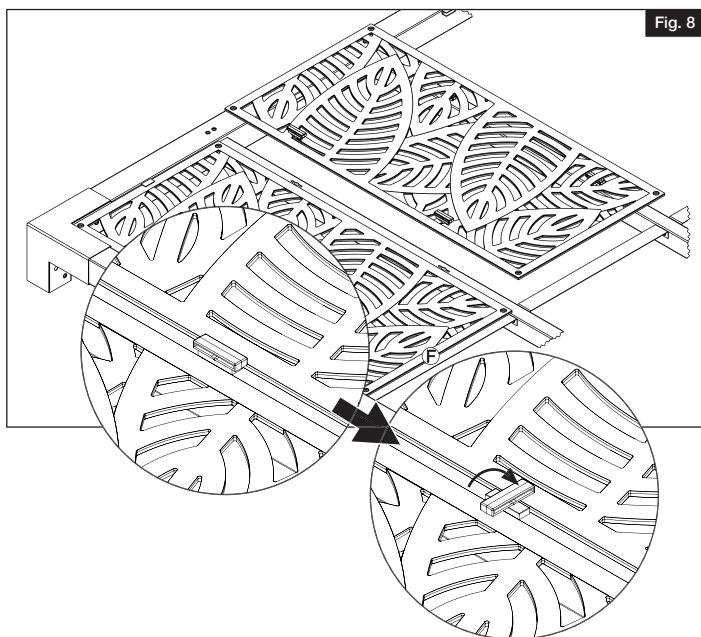

Fig. 8
Lock decorative screen panels into place using provided Cam Locks (H). Insert Cam Lock and twist 90 degrees to secure panels (Fig. 8).
Asegure los paneles decorativos en su lugar utilizando los cierres excéntricos (H) suministrados. Inserte el cierre excéntrico y gírelo 90 grados para asegurar los paneles (Fig. 8).